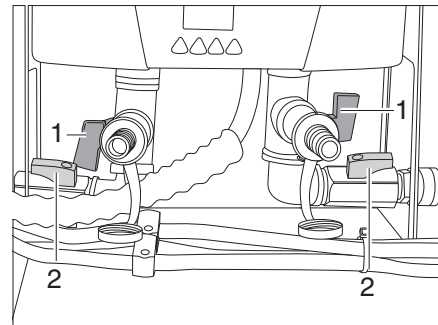

Fig. 179 Calentador instantáneo
- Cerrar la válvula de vaciado roja (Fig. 179,1).
- Abrir las válvulas negras (Fig. 179,2).